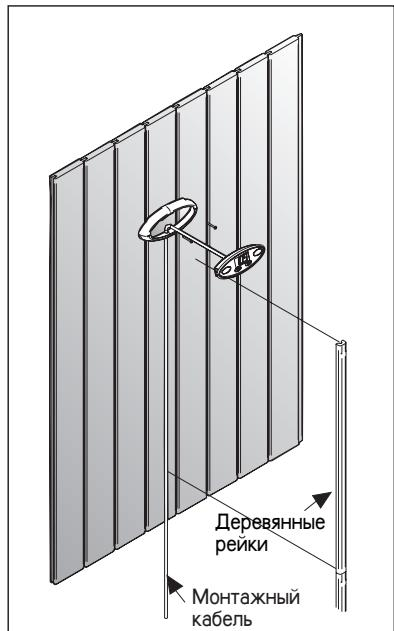

Рисунок 12. Установка панели управления
минимального безопасного расстояния от каменки и не выше одного метра. (м.рис.12.) Панель можно закрепить на защитном ограждении каменки, на стене или даже на платформе основания. Панель можно установить в парилке или в предбаннике, а также и в жилой части дома.
кабель, ведущий к панели управления, можно скрыть в стене. В противном случае монтаж следует производить по поверхности стены. См. рис. 12. Сигналы, передаваемые панелью управления, являются слаботочными сигналами. Поэтому панель безопасна при установке на основание из любого материала.
- При необходимости монтажный кабель можно закрыть деревянными рейками (3 шт). См. рис. 12.